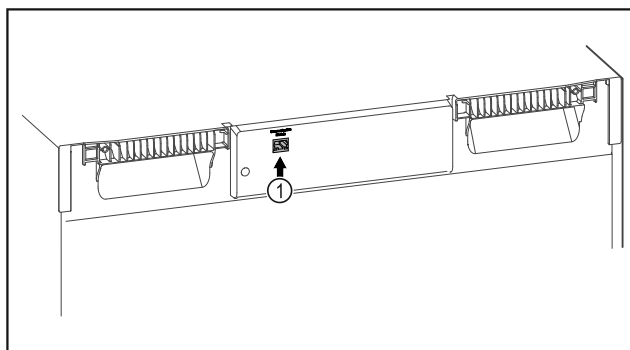

Fig. 107
- SmartModule Fig. 107 (1) je nasadený.